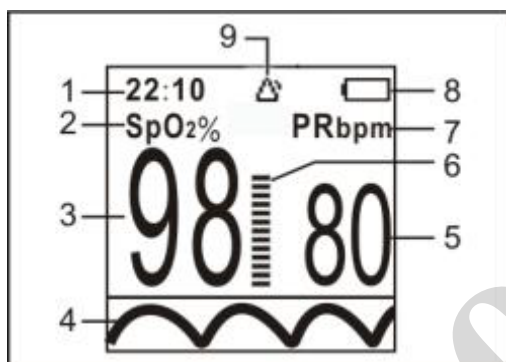

Рис. 13
Экран измерения выглядит так, как это показано на Рис. 13:
**Пояснения к Рис. 13:**